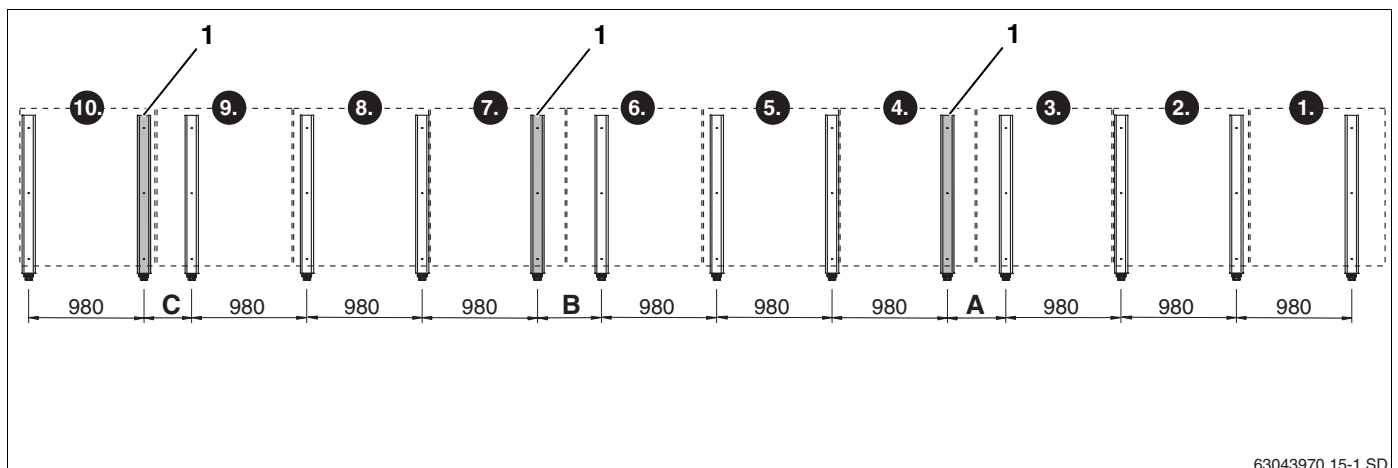

Fig. 23 Modelo básico para 10 colectores verticais (dados em mm)
Na instalação vertical, deve ser sempre colocado um suporte adicional nos colectores 4, 7 e 10 (fig. 23, item 1).